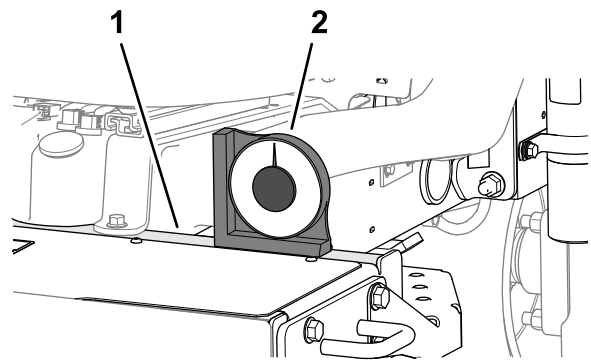

Bild 6
2. Stellen Sie sicher, dass die Maschine waagrecht steht, indem Sie einen Hand-Winkelanzeiger (im Lieferumfang der Maschine enthalten) auf die Rahmenquerträger in der Nähe des Kraftstofftanks legen (**Bild 6**).